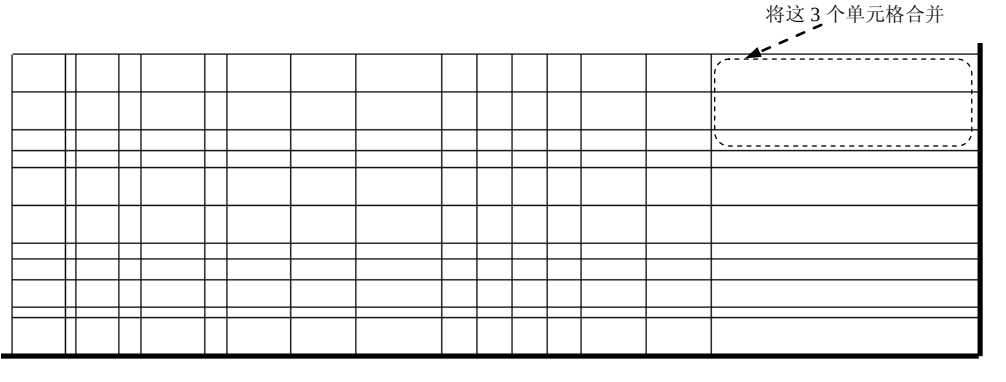

图 6.4.2 初步得到的表格
Step6. 系统提示 **用绘图单位 (MM) 输入下一列的宽度[Done]**，依次输入值 12、12、6.5、6.5、6.5、6.5、16、12、12、4、12、4、8、2 和 10，并分别单击  按钮。
Step7. 系统提示 **用绘图单位 (MM) 输入下一列的宽度[Done]**，直接单击  按钮，结束列宽度的输入。
Step8. 系统提示 **用绘图单位 (MM) 输入第一行的高度[退出]**，输入第一行的高度值 7，单击  按钮。
Step9. 系统提示 **用绘图单位 (MM) 输入下一行行的高度[Done]**，依次输入值 2、5、4、3、7、7、3、4、7 和 7，并分别单击  按钮。
Step10. 系统继续提示 **用绘图单位 (MM) 输入下一行行的高度[Done]**，直接单击  按钮，结束行高度的输入，得到的表格如图 6.4.2 所示。
Step12. 将图 6.4.2 所示的 3 个单元格合并。